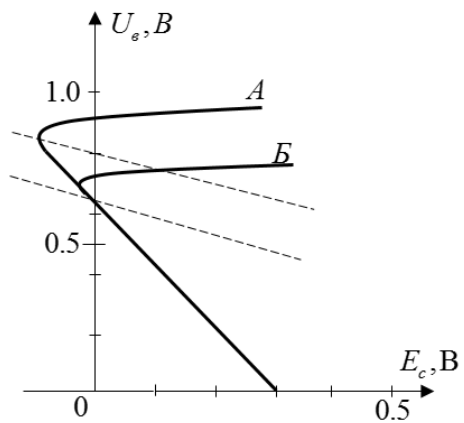

Рис.1.18
- 1.46.** Диаграммы срыва А и Б на рис.1.18 построены для разных значений  $E_k$ . В каком они соотношении?